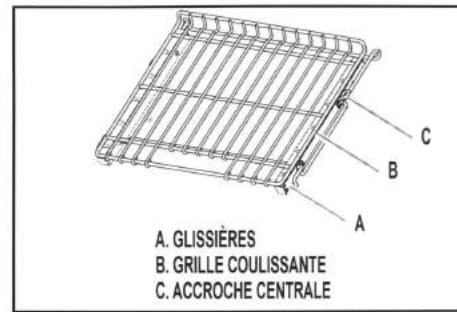

FIGURE 3
11. Maintenir la grille inclinée et l'enfoncer jusqu'à ce que le rebord arrière des glissières (A) dépasse l'ouverture en "V" en dessous. Voir la Figure 3.
12. Incliner la grille vers le bas et continuer de la faire glisser doucement jusqu'à ce que l'accroche centrale (C) dépasse l'ouverture en "V". Voir la Figure 3.